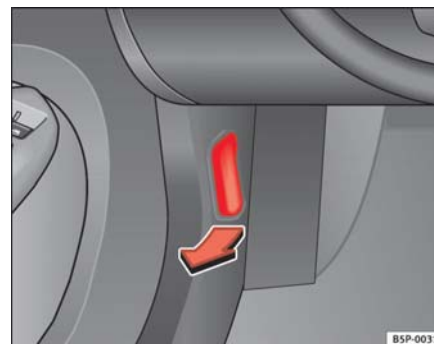

Fig. 134 Detalle de la zona reposapiés del lado del conductor; palanca para el desbloqueo del capó del motor.
- Tire de la palanca que se encuentra bajo el tablero de instrumentos ⇒ página 206, fig. 134 en el sentido que indica la flecha. El capó queda desbloqueado por la acción resorte del muelle ⇒ .